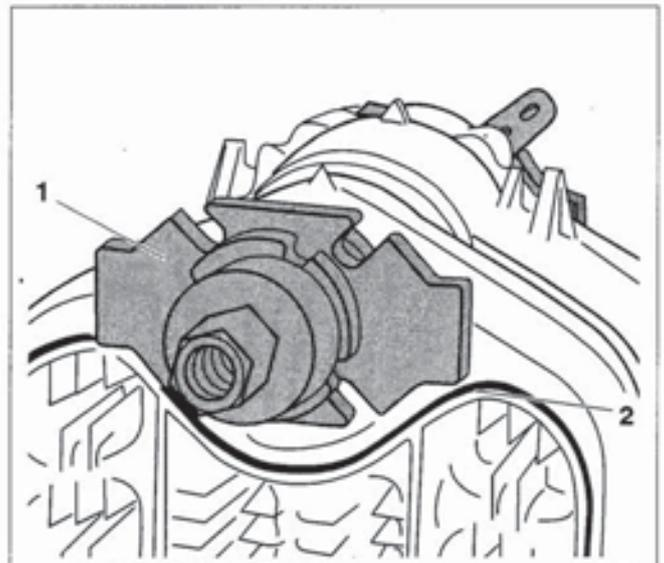

Abb. 13 Logano G215/G215 U: Position des Zusatzflansches
durch falsch positionierte Zusatzflansche. Sitzt der Zusatzflansch (Abb. 13, **Pos. 1**) beim Pressvorgang auf der Dichtfeder des Kesselgliedes (Abb. 13, **Pos. 2**) auf, so kann dies zu Undichtigkeiten führen
- Achten Sie darauf, dass die Zusatzflansche (vgl. Tabelle 3, Seite 6), speziell der Zusatzflansch oben vorne (Abb. 13), eben auf den Kesselnaben aufliegen.